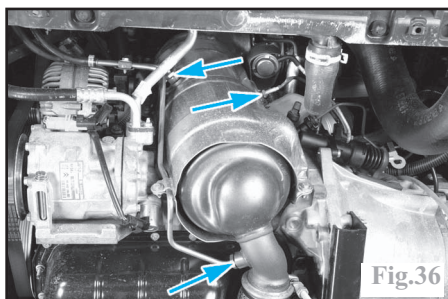

Fig.36
-les trois prises de pression des capteurs de pression gaz d'échappement amont et aval (Fig.36).